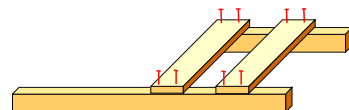

図 2 脚とまく板の接合
1. ④背・座板用の材料をのこぎり挽きし、⑤背板：12×57×330mm × 2 枚及び⑥座板：12×57×330mm × 4 枚を加工する。切断面はかんなあるいは研磨紙を用いてきれいにする。
2. ①脚（長）、②脚（短）、③まく板を接着剤及び釘で接合する（図 2）。左右で向きの違うものを、2 組つくる。